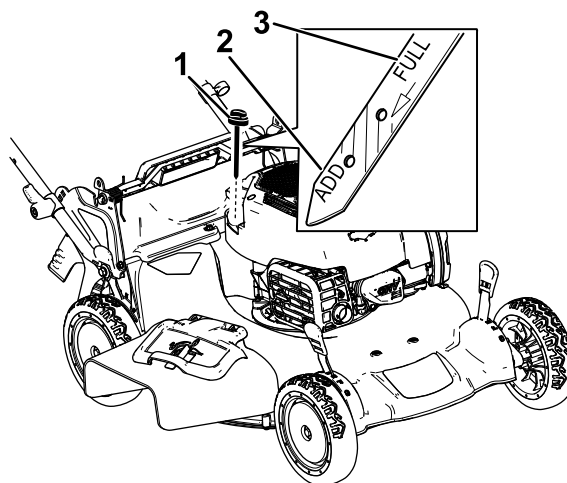

Figure 28
3. Tournez le bouchon dans le sens antihoraire et sortez la jauge (Figure 28).
10. Relevez le niveau d'huile indiqué sur la jauge (Figure 28).